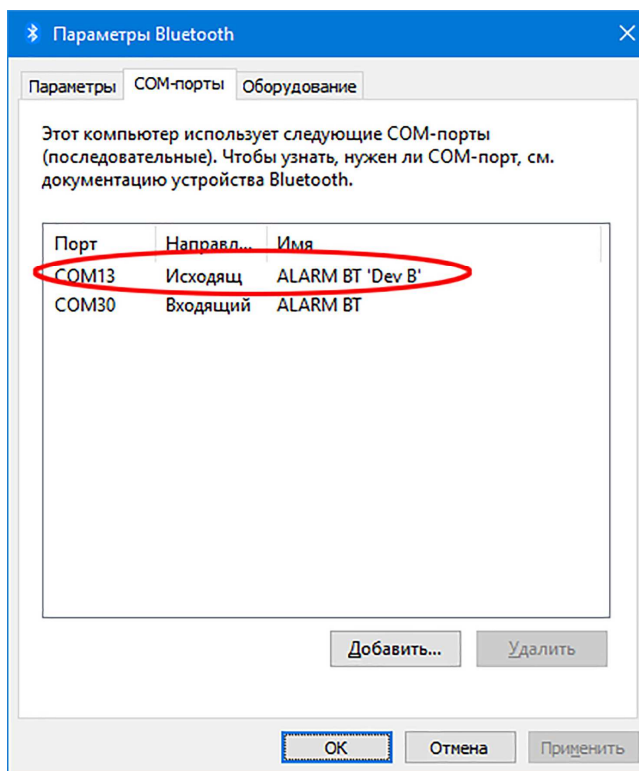

Рисунок 6
6) В появившемся окне «Параметры Bluetooth» рисунок 6 выбрать закладку COM порты. На экране отображены 2 порта с именами «ALARM BT “Dev B”» и «ALARM BT». Программирование осуществляться всегда по порту с именем «ALARM BT “Dev B”».